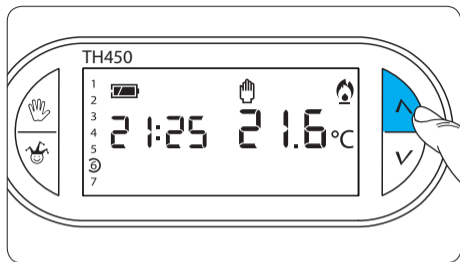

Fig. 77
21.2 - Impostare la temperatura desiderata tramite il pulsante \wedge o \vee (fig. 77).